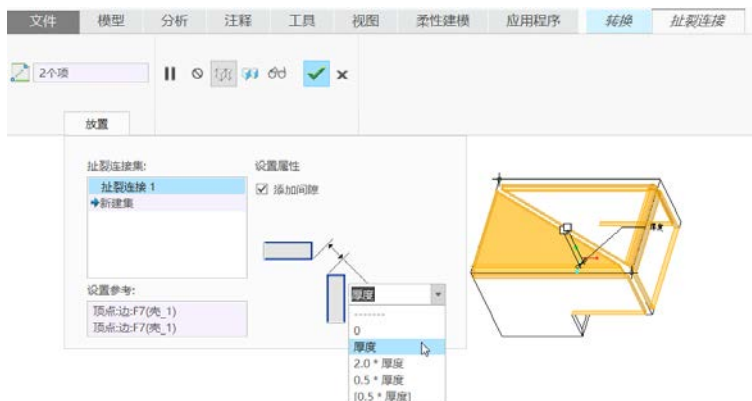

图 1-24 为扯裂连接设置间隙
(8) 在“扯裂连接”选项卡的“放置”面板中勾选“添加间隙”复选框，接着从“间隙”下拉列表框中选择“厚度”选项，如图 1-24 所示。